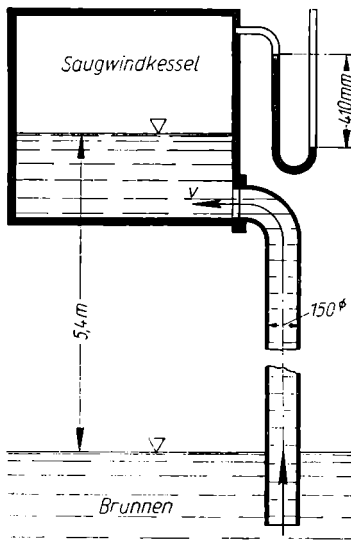

Bild 249
65. Das Hebermanometer am Saug-Windkessel einer Pumpe (Bild 249) zeigt eine angesaugte Quecksilbersäule von 410 mm Höhe. Der äußere Barometerstand beträgt 760 Torr. **a)** Welcher absolute Druck herrscht im Windkessel? **b)** Mit welcher theoretischen Geschwindigkeit strömt das Wasser aus der Saugleitung in den Windkessel ein, wenn der Wasserspiegel des Saugbrunnens 5,4 m unter dem des Windkessels liegt? Die Reibungsverluste in der kurzen Rohrleitung seien vernachlässigt. **c)** Wieviel Wasser wird minutlich durch die 150 mm weite Saugleitung gehoben bei einer Ausflußzahl 0,9?